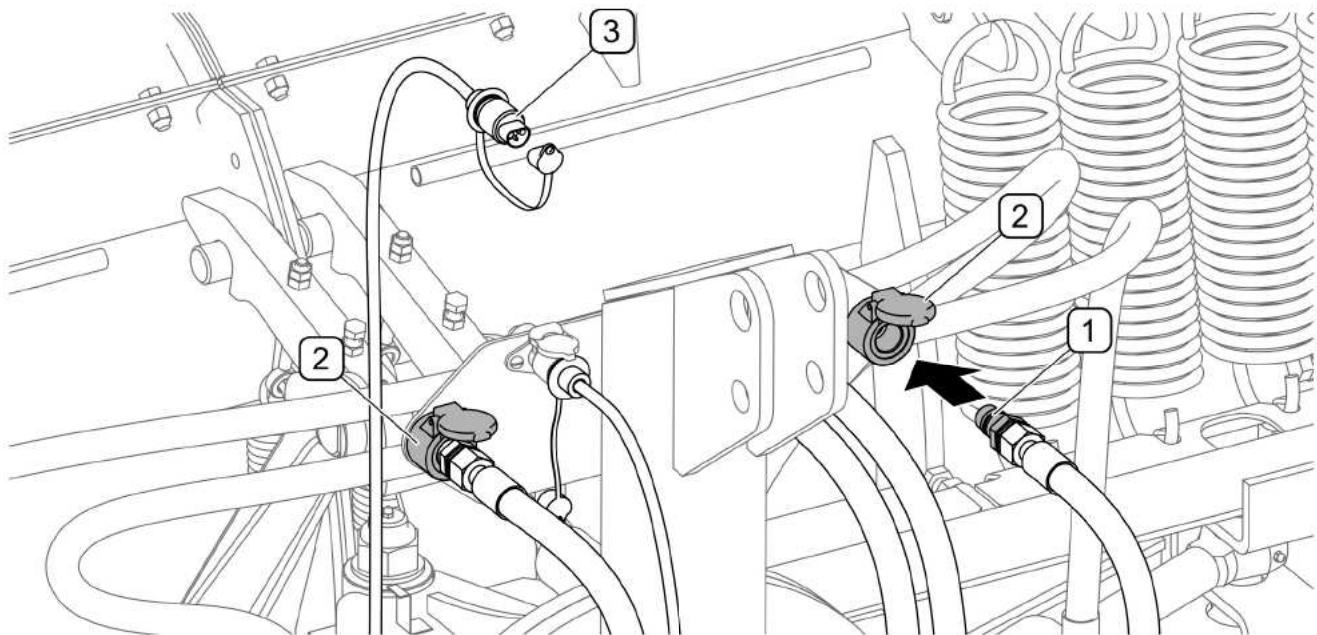

РИСУНОК 4.14Предохранение штекеров гидро - и электропроводов
- штекеры (1) быстроразъемных гидравлических соединений предохранить от загрязнения, помещая их в гнезда (2), разъем (3) электропровода питания боковой габаритной сигнализации закрыть затычкой (РИСУНОК 4.14),